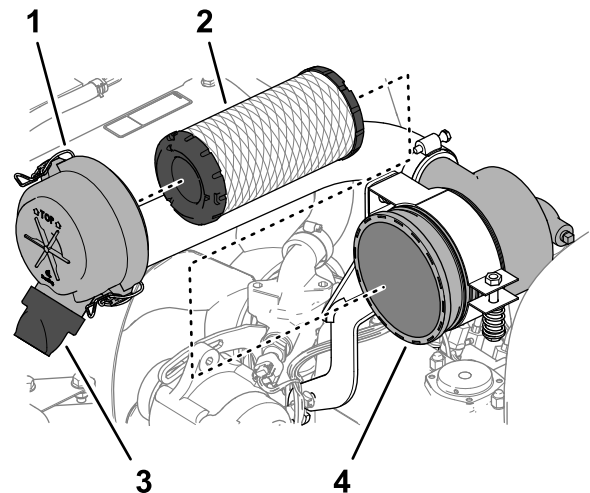

Bild 76
3. Lösen Sie die Laschen, mit denen die Abdeckung am Luftfiltergehäuse befestigt ist (Bild 76).
6. Nehmen Sie den Filtereinsatz heraus (Bild 76).
7. Entfernen Sie das Gummiablassventil (Bild 76) vom Schmutzauswurfanschluss der Luftfilterabdeckung.